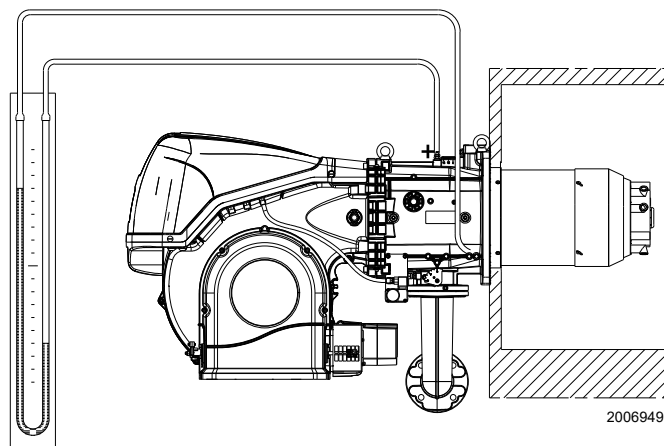

Fig. 27
- Monter un manomètre en U ou un manomètre de type différentiel (Fig. 27), avec prise (+) sur la pression du gaz du manchon et (-) dans la chambre de combustion.
L'arrivée de gaz au manchon est mise en évidence sur le manomètre en U (Fig. 27).